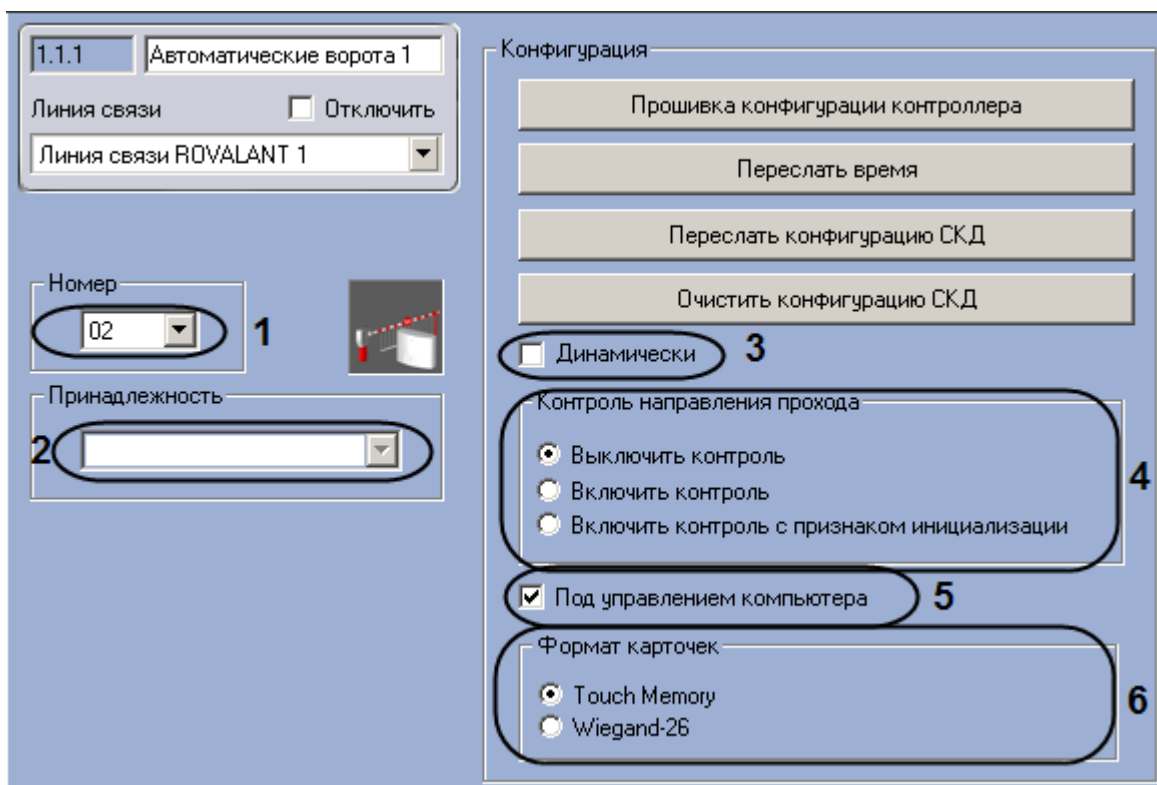

Рис. 3.4—9. Настройка автоматических ворот
2. Выбрать аппаратный адрес автоматических ворот из раскрывающегося списка **Номер** (см. Рис. 3.4—9, 1).
3. Выбрать объект **Сектор объекта охраны**, к которому относятся данные автоматические ворота, из раскрывающегося списка **Принадлежность** (см. Рис. 3.4—9, 2).